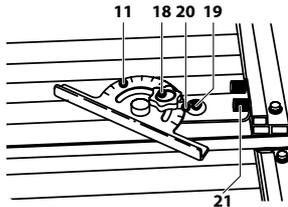

Рис. 5
1. Снимите кожух (13) диска, отвернув винты его крепления;
2. Удерживая вал прилагаемым ключом (17), ключом (16) отверните болт крепления диска. Снимите наружный фланец и заменяемый диск;
**Примечание!** Направление вращения диска (указано на самом диске) должно совпадать с направлением вращения шпинделя (указано на защитном кожухе (13)).
5. Установите на место кожух (13).
**Установка транспортира (Рис. 5)**